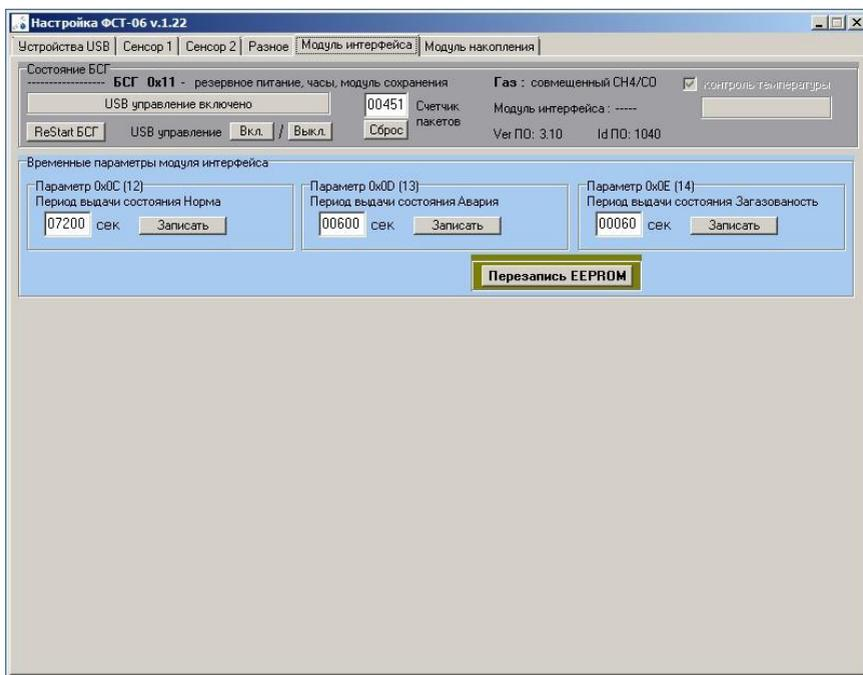

Рисунок. 8.6 Вид окна программы Модуль интерфейса
8.7. Вид окна при настройке БСГ закладка Модуль интерфейса показан на рис. 8.6. Задаются временные параметры периода выдачи состояний БСГ по интерфейсам LoRa, Z-wave или другим.